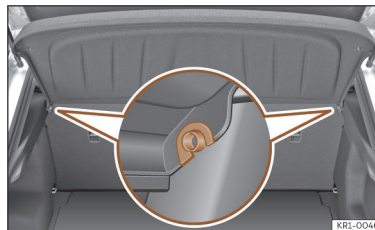

Fig. 163 Na bagageira: desmontar e montar a chapeleira.
- Desencaixe a chapeleira dos suportes laterais >>> **Fig. 163** puxando-a para cima e retire-a.
- Introduza a chapeleira horizontalmente fazendo coincidir a «fechadura» sobre o eixo dos suportes >>> **Fig. 163**, e pressione para baixo até que encaixe.